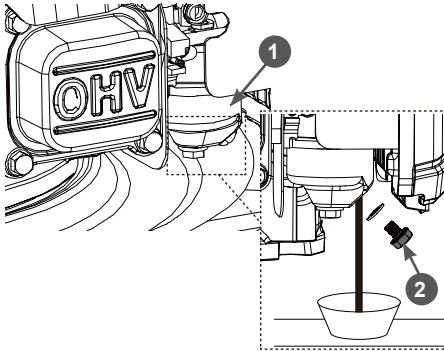

Рис. 23. Слив топлива из карбюратора
1. Установите под карбюратор 1 подходящую емкость (Рис. 23).
2. Открутите болт 2 сливного отверстия и слейте топливо из поплавковой камеры карбюратора (Рис. 23).